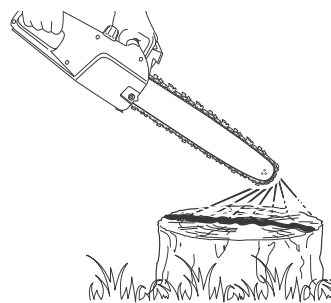

Fig. 16
- > Certifique-se de que a lâmina-guia (4) e a corrente (3) se encontram bem instaladas quando verificar o abastecimento do óleo.
- > Ligue o motor; mantenha-o a trabalhar a uma potência média e verifique se o óleo da corrente é enviado como exemplificado na figura (Fig. 16).